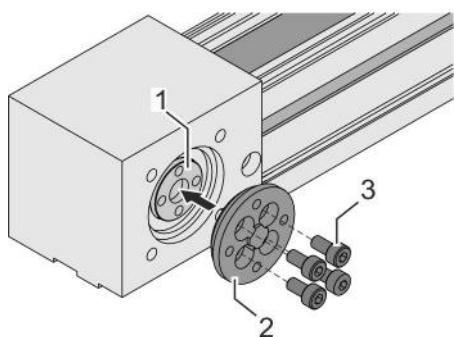

Fig. 29: Montar el disco adaptador
1. Encave el resalte de centrado del disco adaptador (Fig. 29/2) en el eje de la correa dentada (Fig. 29/3).
2. Apriete 4 tornillos (Fig. 29/1) en cruz por etapas: